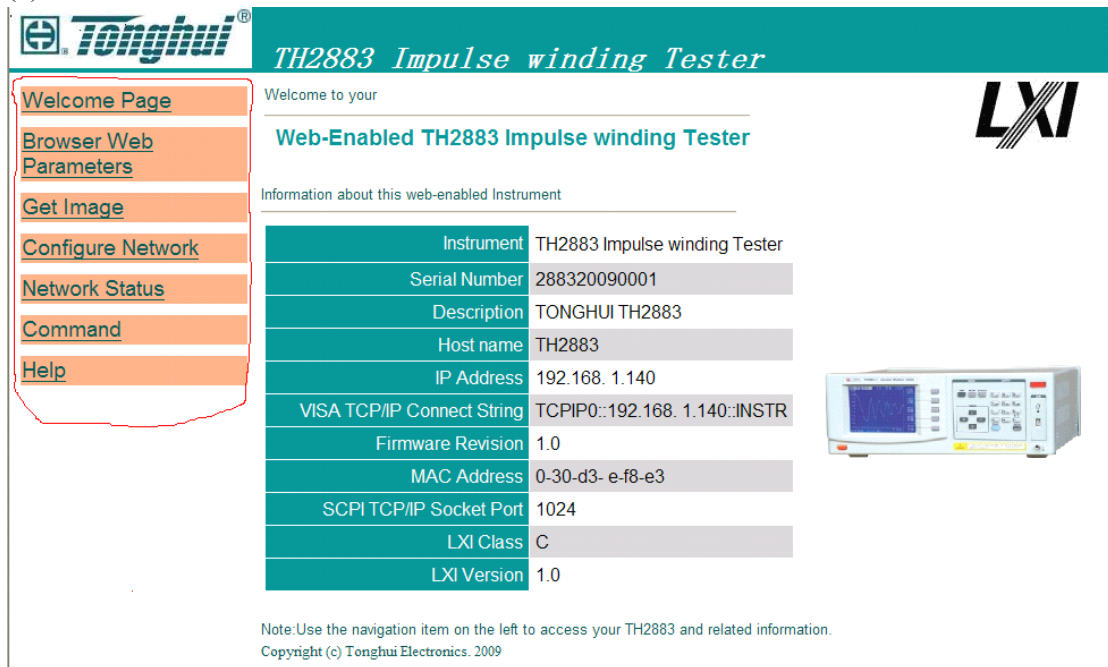

图 6-10 通过浏览器访问 TH2883
- (1) 启动 Internet Explorer。
- (2) 在地址字段键入 http://192.168.1.140/, 再按回车键。
- (3) 显示 Web 服务器的启动屏幕, 如图 6-10 所示。